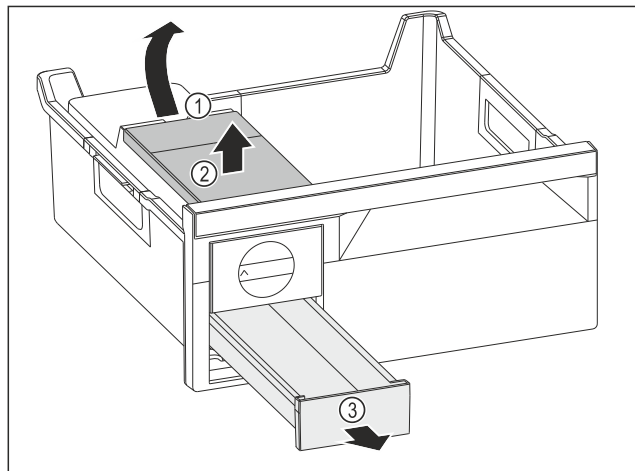

Fig. 77
- ▶ Wassertank entnehmen: Wassertank an der Aussparung Fig. 77 (1) anheben.
- ▶ Wassertank Fig. 77 (2) nach oben entnehmen.
- ▶ Eiswürfelschubfach Fig. 77 (3) nach vorne entnehmen.